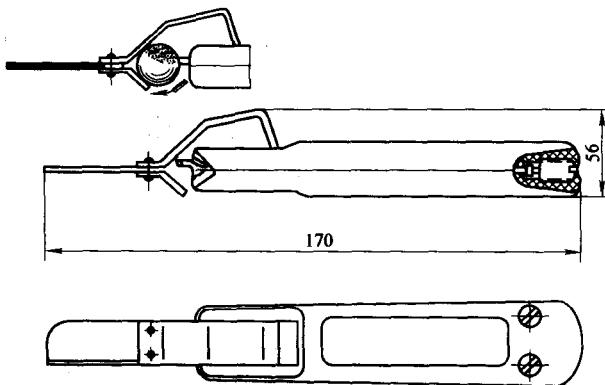

图1-13 剥线电工刀
9. 剥线电工刀 它是一种特殊的电工工具，在刀柄头上装有内刀及带弓形支架的外刀，适用于切割外径为10~300mm的电线电缆绝缘层，结构如图1-13所示。外刀的使用如同普通电工刀。切割电线时，先将外刀推出，将电线置于刀架弯内，再调正内刀，使刀尖楔入绝缘层（以不刺穿绝缘为宜），然后按顺时针方向旋动电工刀一周，再往上提刀，即可将电线绝缘层剥去。不过剥切长度不能太长，太长还是要以外刀如普通电工刀一样剖线。